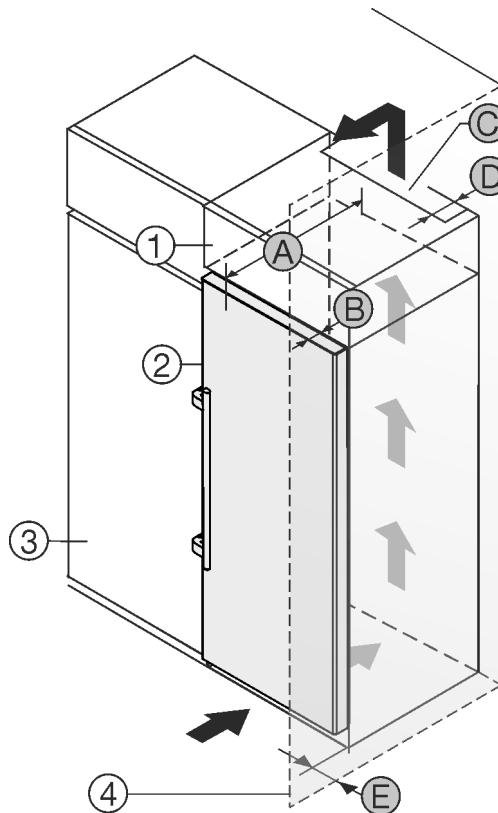

Fig. 1
- (1) Nadstavná skriňa
- (2) Zariadenie
- (3) Kuchynská skriňa
- (4) Stena
- (A) Hĺbka zariadenia
Zariadenie môžete inštalovať priamo vedľa kuchynskej skrine Fig. 1 (3).
Na zadnej strane nadstavnej skrine musí byť vetracia šachta s hlbkou Fig. 1 (D) cez celú šírku nadstavnej skrine.
Pod stropom miestnosti sa musí dodržať prierez vetracieho otvoru Fig. 1 (C).
Ak zariadenie nainštalujete so závesmi vedľa steny Fig. 1 (4), tak vzdialenosť medzi zariadením a stenou musí byť minimálne 57 mm. To zodpovedá presahu držadla pri otvorených dverách.
Aby ste mohli dvere úplne otvoriť, zariadenie musí vyčnievať o hlbku dverí Fig. 1 (B) prednej časti kuchynskej skrine. V závislosti od hlbky kuchynských skriň Fig. 1 (3) a použitia dištančných držiakov na stenu môže zariadenie prečnievať ešte viac.